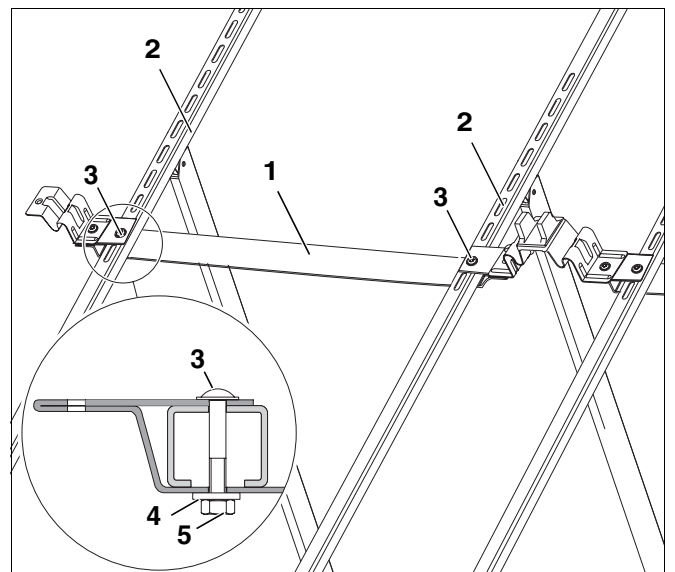

Fig. 28 Monaje del soporte complementario
- Deslice la banda complementaria (fig. 28, **pos. 1**) entre los apoyos del colector (fig. 28, **pos. 2**).
- Fije la banda complementaria en el orificio ovalado 17 empezando desde arriba (si éste no está libre, en el orificio ovalado 16 empezando por arriba) utilizando tornillos de cabeza semiesférica M8 x 50 (fig. 28, **pos. 3**) con tuercas (fig. 28, **pos. 5**) y arandelas (fig. 28, **pos. 4**).